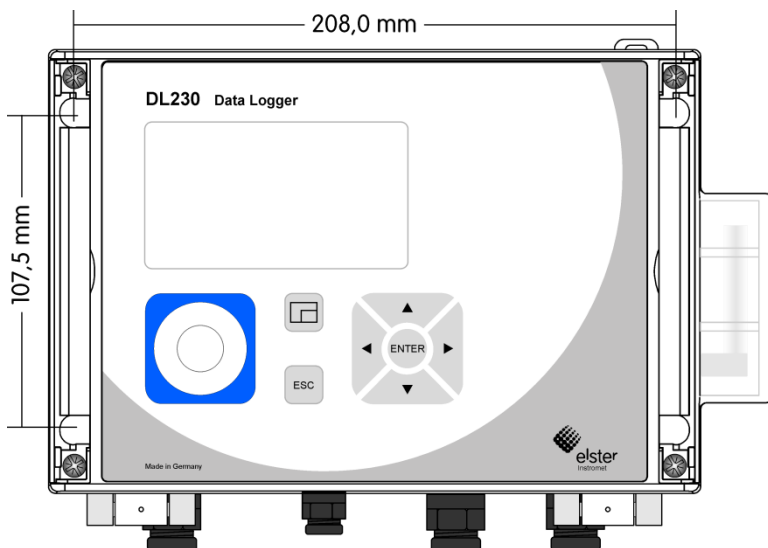

Abb. 7
1. Bohren Sie vier Löcher an die vorgesehenen Positionen in die Wand (siehe Maße in Abb. 7).